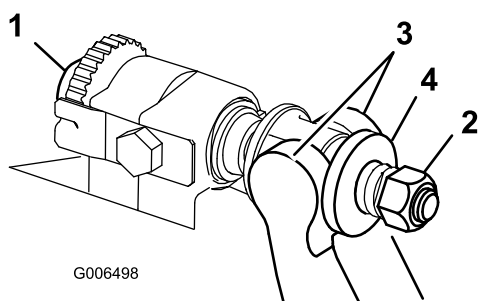

Figura 34
- Rode os parafusos de ajuste da barra de apoio no sentido contrário ao dos ponteiros do relógio, para afastar a lâmina de corte do cilindro (Figura 34).
- Faça recuar a porca da mola tensora até que a anilha deixe de estar sob tensão contra a barra de apoio (Figura 34).